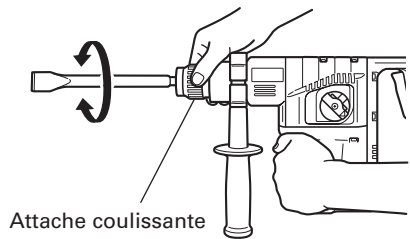

Fig. 11
- (1) Montez la pointe de broyage ou le burin.
- (2) Appuyer sur le bouton presseur et positionner le sélecteur sur **T** ou **T**. La rotation est interrompue. Tournez la prise et ajustez le burin sur la position souhaitée. (Fig. 11)